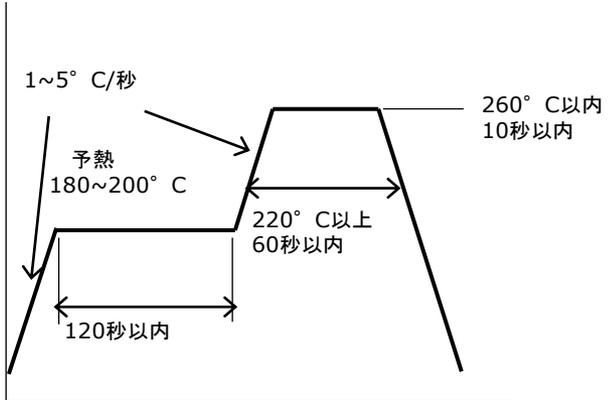

図8. 推奨条件
- リフロープロファイルは図8の条件を参考にご使用になるはんだの推奨条件に合わせてください。